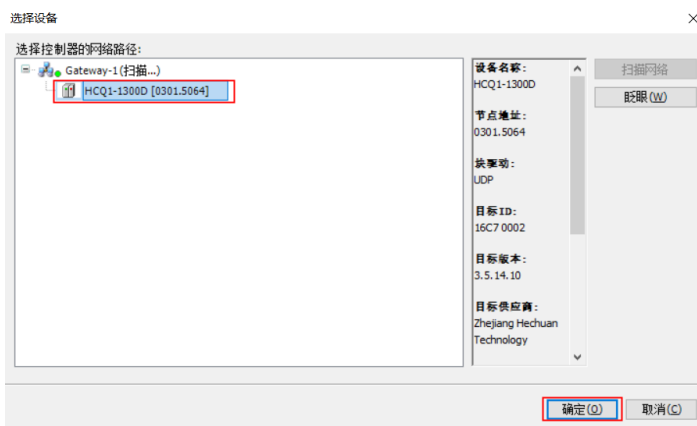

图13-6 确定连接
3. 弹出页面如图13-6所示, 选择扫描到得【HCQ1-1300D】, 点击【确定】, 此时电脑连接上控制器。